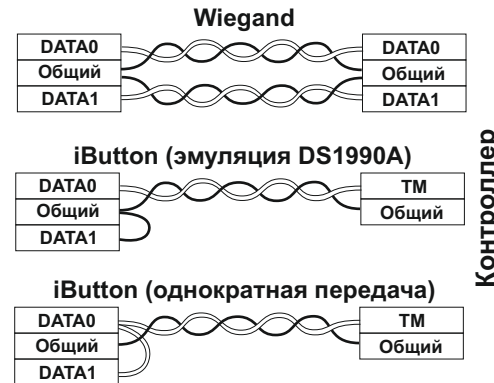

Рис.2 Выбор протокола передачи
- для выбора протокола передачи данных в контроллер соединить провода DATA0 и DATA1 в соответствии с рис.2;
При подключении по Weigand одна витая пара подключается к GND и DATA0, а другая витая пара подключается к GND и DATA1 (рис.2).
10 - выбор интерфейса Wiegand / iButton	«1» - определяется по коммутации проводов (см. рис.2) «2» - Wiegand «3» - iButton, код идентификатора выдаётся, пока он находится в поле считывателя «4» - iButton, код идентификатора выдаётся однократно